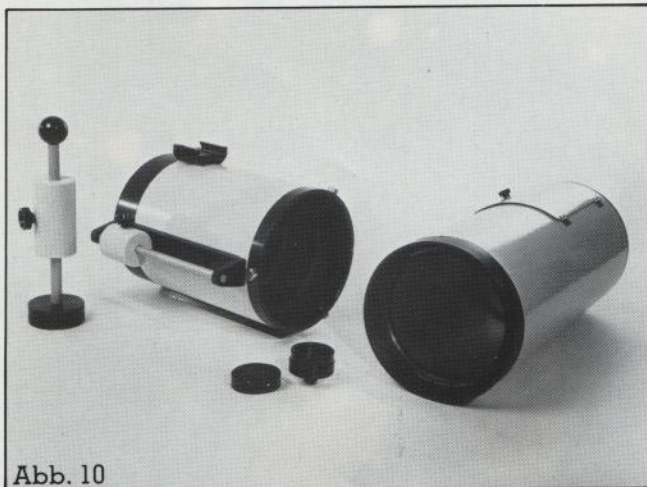
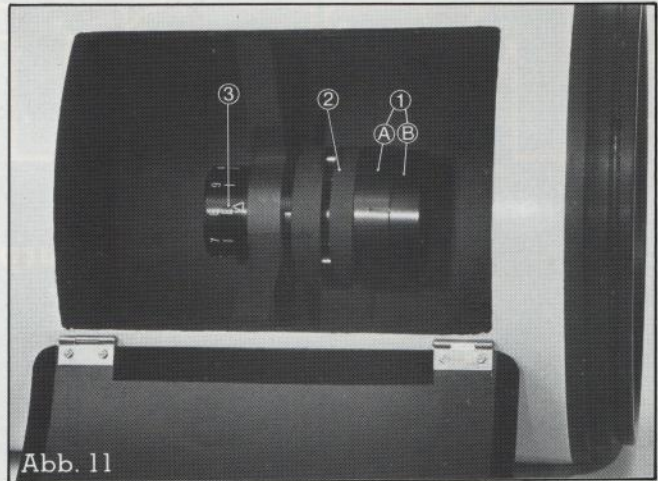
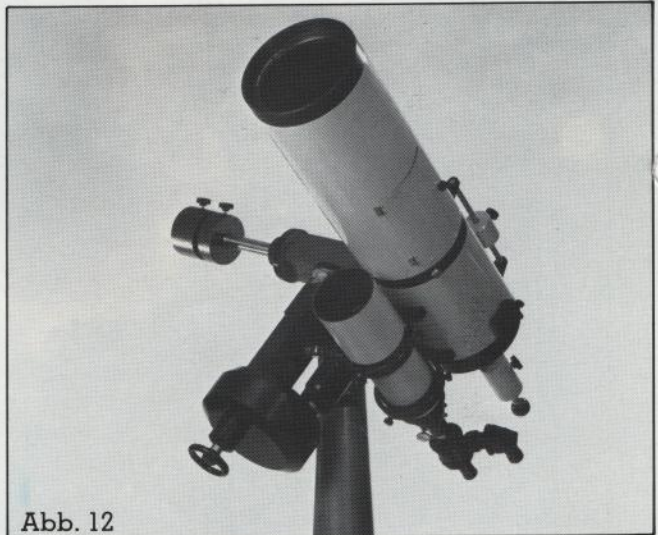

Abb. 10
Abb. 11
Abb. 12
Dem so völlig andersartigen optischen Aufbau entsprechend wird nun bei der Umrüstung des MPT 200 in den «Flatfield-Schmidt 2,2/400 SCL» in die vordere Öffnung des Basisgerätes kein «Frontring» mehr eingesetzt, sondern ein regelrechter zweiter Tubus: der «Schmidt-Tubus». Dieser in Abb. 10 gezeigte Tubus enthält ausser der vergüteten SCL-Schmidtplatte von 195 mm Aussendurchmesser und 182 mm freier Öffnung über eine seitliche Klappe zugänglich die Bildbühne des Gerätes, die wir Ihnen in der Abb. 11 vorstellen und die einiger zusätzlicher Erklärungen bedarf.
gonale (bei quadratischer oder rechteckiger Form) maximal 64 mm betragen kann. In der Abb. 11 ist unter (1) die zweiteilige Kassette gezeigt, deren Teil (A) topfförmig ausgebildet ist und zum Einlegen des Filmes dient. Teil (B) enthält die vergütete Ebnungslinse und durch Zusammenfügen von (1A) und (1B) pressen Sie den Film plan. Nun wird noch in der Dunkelkammer über die Öffnung von (1B) ein im Lieferprogramm enthaltener samtgefüllter Lederdeckel gestülpt – und die Kassette ist «geladen». Bleibt noch nachzutragen, dass sich in die Kassette (Teil 1B) auch wieder unsere grossen Farbfilter einschrauben lassen.
Das komplett montierte Gerät «Flatfield-Schmidt 2,2/400 SCL» als dritte mögliche Version des MPT 200 ist in der Abb. 12 wiedergegeben. Da aber das Gerät wegen des erforderlichen «Schmidt-Tubus» einseitig lang und damit kopflastig geworden ist, wird zur Herstellung des instrumentellen Gleichgewichtes ein Gegengewicht (siehe auch Abb. 10) in die okularseitige Schnellwechseleinrichtung des Basisgerätes eingefügt.
Verfolgen Sie bitte in der Abb. 16 das von links kommende Licht: nach Durchgang durch das Objektiv wird es von einem Strahlenteiler aufgespalten. Dabei durchläuft der abgelenkte Teil eine Barlowlinse, die diesem Strahlenbündel dabei eine andere Brennweite zuordnet. Bei dem in dem Abb. 12 und 15 dem MPT 200 angesetzten Fernrohr handelt es sich um unseren Refraktor R 90 K, einem Instrument von 90 mm Oeffnung und 540 mm Brennweite, an welches Teile aus unserem SYSTEM 64 angesetzt sind. Zunächst das Demonstrationsokular D 32 mit seinem Strahlenteiler, der für die Aufspaltung des Lichtbündels sorgt. Das unabgelenkte Strahlenbündel behält seine Brennweite von 540 mm, und wird der diesbezügliche Fernrohrausgang mit unserem Fadenkreuzokular von 40 mm Brennweite bestückt, so steht bei geradsichtigem Einblick ein überdimensionierter Sucher von 90 mm Oeffnung und 13,5-facher Vergrößerung mit beinahe 3° wahren Gesichtsfeld zur Verfügung. Das seitlich aus dem Strah-